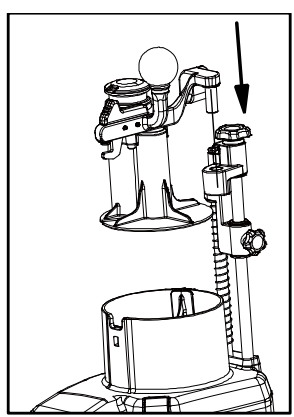

Abb. 9
4.4.3.8 Modell GEA4K, heben Sie den Arm nach oben und unten, um zu prüfen, ob die Maschine in gutem Zustand ist. wie in Abbildung 9 gezeigt.
4.4.3.9 Modell GEA4, den Arm in die Welle einführen, wie in Abbildung 9 dargestellt.